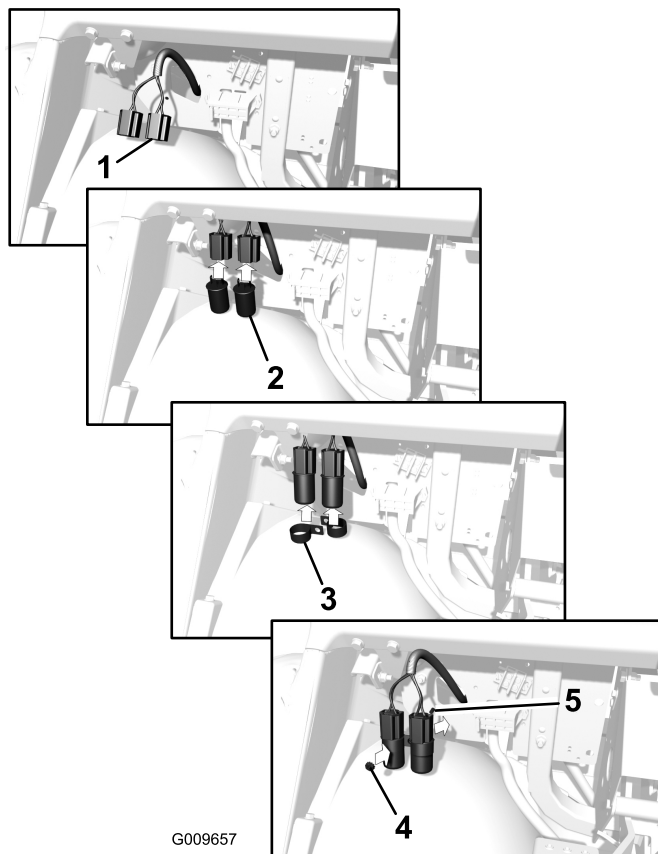

Figura 11
2. Empuje los conectores de los intermitentes a través del hueco de la placa de montaje, debajo del salpicadero. Conecte los intermitentes al arnés de cables delantero (Figura 11).
3. Monte los intermitentes en la placa de montaje usando dos abrazaderas en R y una contratuercas (1/4-20 pulg. y un perno (1/4 x 3/4 pulgada) según se muestran en Figura 11.